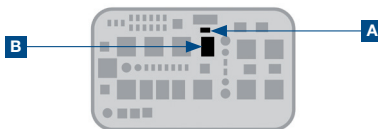

Figura 6
- 22 Montar el relé (B) y el dispositivo de bloqueo (A) (figura 6).